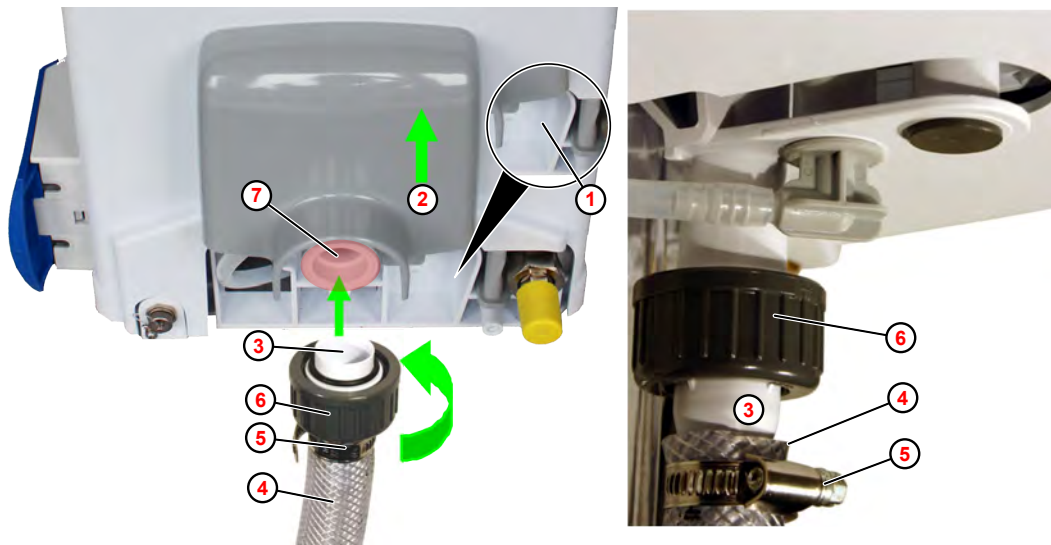

Abb. 5: Produktzulaufleitung zur Geschirrspülmaschine (GSM)
6. Entriegelungslasche der Trichterverriegelung (Abb. 5 , ①) gedrückt halten.
7. Trichterverriegelung ② nach oben schieben und abnehmen.
8. Überwurfmutter ⑥ über Verbindungsniessel ③ schieben.
9. Schlauchschelle ⑤ über die Produktzulaufleitung ④ schieben.
10. Produktzulaufleitung ④ auf den Verbindungsniessel ③ schieben.
11. Schlauchschelle ⑤ festziehen.
12. Produktzulaufleitung ④ am Trichterauslauf ⑦ anschließen und Überwurfmutter im Uhrzeigersinn fest anziehen.
13. Produktzulaufleitung ④ am Tankanschluss anschließen.